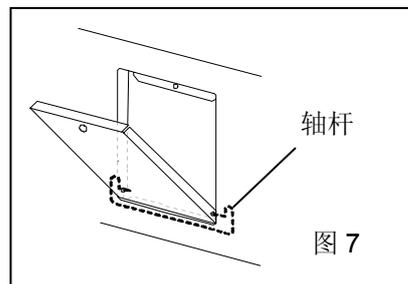

图 7
1. 卸下温度记录仪安装隔间面板上的螺钉。温度记录仪安装隔间在低温箱左前下方。打开面板并向外推动两边的轴杆以卸下面板。图 7。